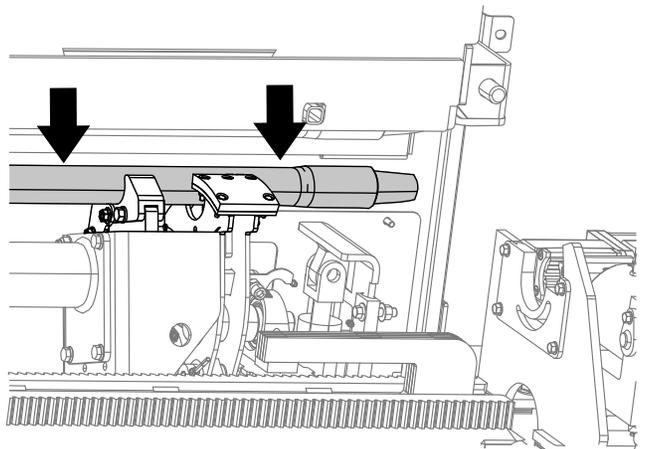

Рисунок 30
3. Удерживайте нажатой нижнюю правую кнопку на левом джойстике (Рисунок 27) до тех пор, пока кулачок в сборе не повернется к выбранному ряду и труба не опустится в отверстие (Рисунок 30).